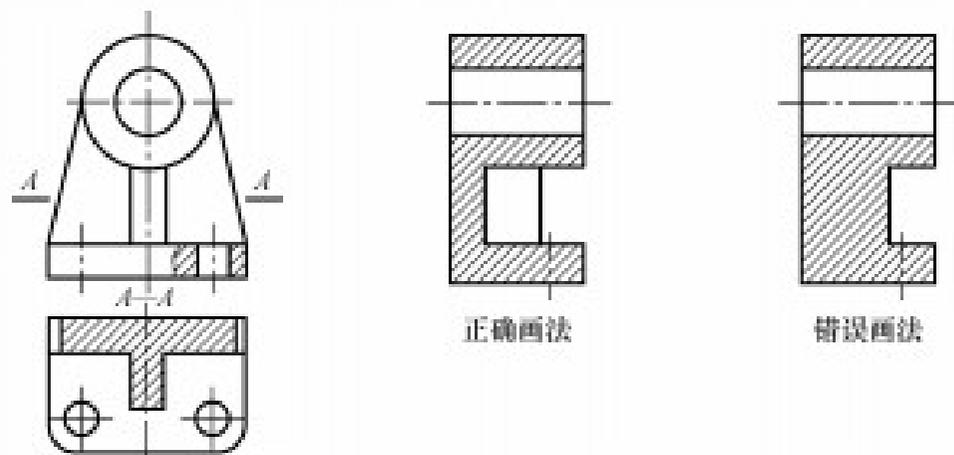

图 4-43 机件上肋的规定画法
- ❖ (1) 对于机件上的肋、轮辐及薄壁等，如按纵向剖切，则这些结构都不画剖面符号，用粗实线将它与相邻接部分分开即可，如图 4-43 所示。当这些结构不按纵向剖切时，应画上剖面符号，如图 4-43 的俯视图。